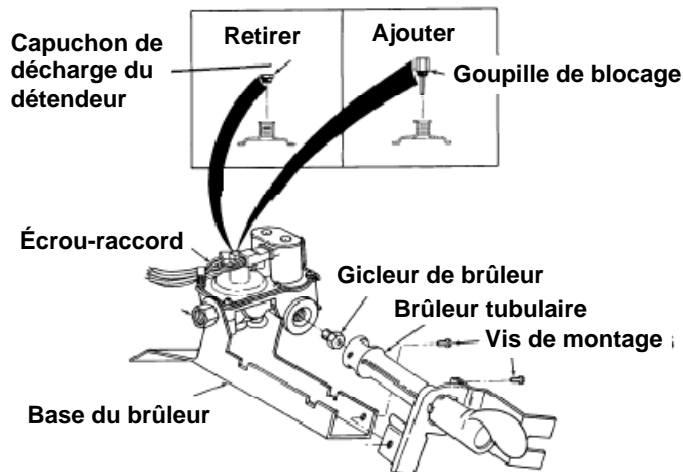

FIGURE 4
11. Retirer le brûleur tubulaire de l'ensemble en retirant les deux (2) vis qui le maintiennent à la base du brûleur. Voir *Figure 4*.
12. Ôter le gicleur de brûleur de l'électrovanne et le remplacer par le gicleur adapté fourni avec cet ensemble. Le numéro du gicleur est poinçonné sur l'une des faces de sa tête hexagonale. Bien serrer. Voir *Figure 4*.
15. Ôter le capuchon de décharge (dispositif de réduction des fuites) du détendeur. Voir *Figure 4*.
16. Visser la nouvelle goupille de blocage avec les doigts. Ne pas la serrer plus d'1/8 de tour pour assurer l'étanchéité. Voir la *Figure 4*.
- Vérifier que le capuchon de décharge du détendeur est remplacé par la goupille de blocage conformément à la *Figure 4* (modèle de style "A" uniquement).